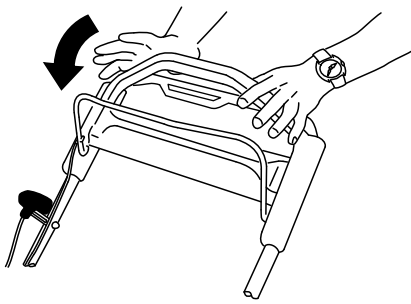

Figura 22
Suelte la barra de control de las cuchillas (Figura 22).
- Si el tapón de descarga trasera no está instalado, sujételo por el asa, eleve el deflector trasero e introdúzcalo en el conducto de descarga trasera hasta que el enganche encaje en su sitio; consulte Figura 22.